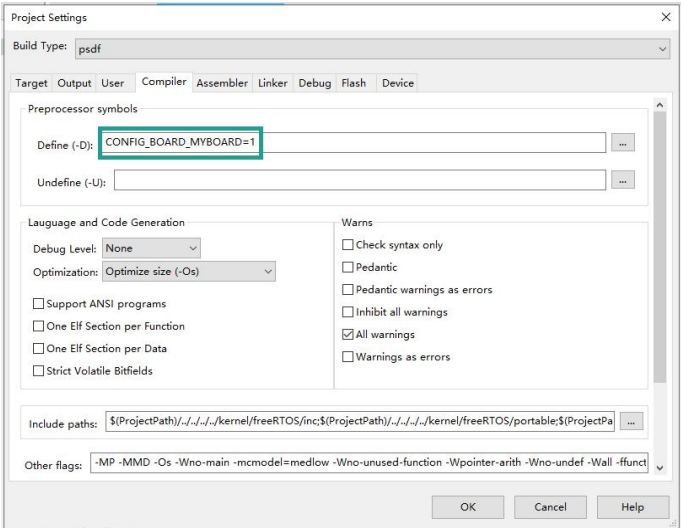

图 5-6 配置自定义模板全局定义宏
6. 在工程的编译配置选项框中选择 Compiler 选项（编译选项配置请参考《RS6x_7x_SDK_参考手册》），在如下图 5-6 所示的 Compiler 和 Assembler 的全局宏定义选项框中将自己定义的模板的配置宏 CONFIG_BOARD_MYBOARD 设置为 1。